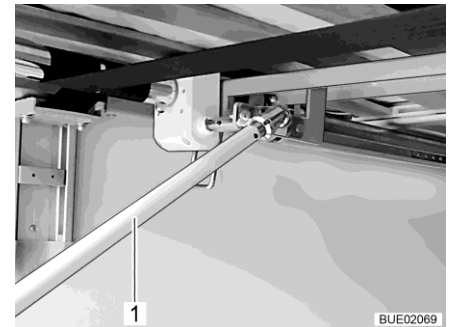

Bild 143 Vev i bakre lastutrymmet
- För att höja sängen: Vrid veven (Bild 143,1) medurs. För att sänka sängen: Vrid veven (Bild 143,1) moturs.